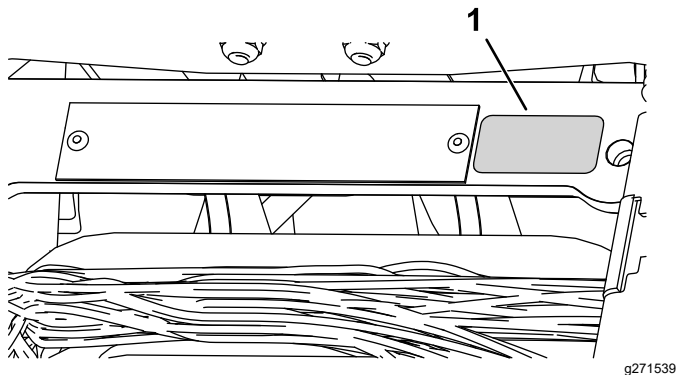

Figura 10
- Amplasai autocolantul cu anul de fabricaie lângă plăcua cu numărul de serie (Figura 10).